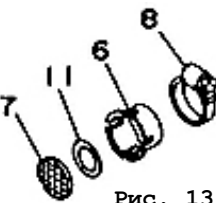

Рис. 13.
9.3.8. Демонтировать сетку искрогасителя поз. 7 (рис. 13) выпускного отверстия поз. 8 (рис. 1), ослабив хомут крепления поз. 8 (рис. 13).